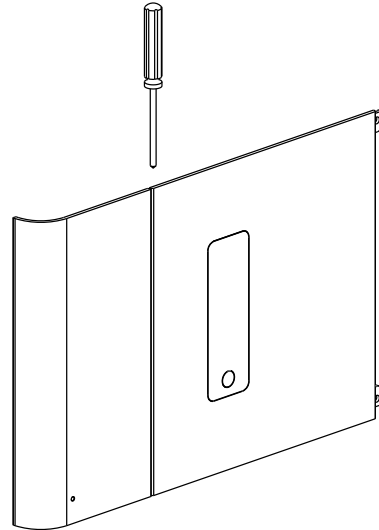

Figure 4-5: Retirer la porte de la face avant
2. Retirez la porte de la face avant en dévissant les deux vis situées à l'intérieur de la charnière de porte (Figure 4-5).